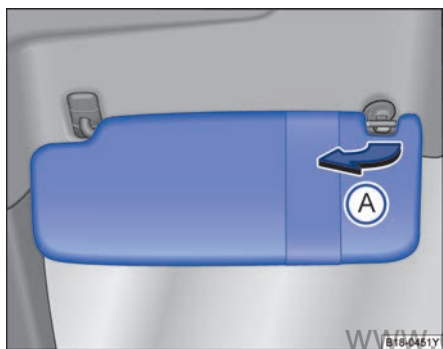

图 78 遮阳板
- 用一只手按压旋转轴的一端，用另一只手的拇指按压卡扣的上端，并用其它的手指将遮阳板倾斜上抬，并缓缓取出，否则容易造成上方固定点的损坏 ⇒ 图 78 **A**。